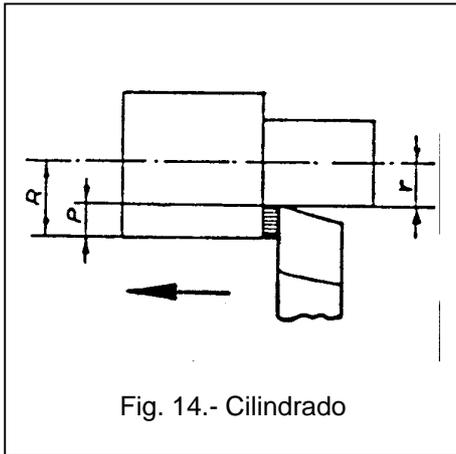

Fig. 14.- Cilindrado
**Torneado. Cilindrado:** Es la diferencia de radios entre el comienzo y el final de la pasada. (Fig. 14)